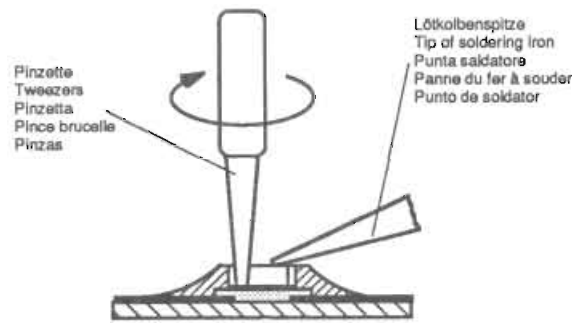

Fig. 2
2. Schritt: CHIP-Enden, bzw. das komplette CHIP-Bauteil erwärmen. CHIP von der Klebung ohne Kraftaufwand abdrücken, damit unter dem CHIP liegende Leiterbahnen nicht abgerissen werden (Fig. 2).
2. step: Warm up the ends of the CHIP or the whole CHIP component and remove the CHIP from the adhesive by turning it without application of force so that the tracks beneath the CHIP do not break (Fig. 2).
2. Chauffer légèrement les contacts externes du composant CMS ou le composant lui-même. Retirer ce dernier avec précaution en le tournant afin d'éviter un arrachement des circuits imprimés situés sous le composant (Fig. 2).